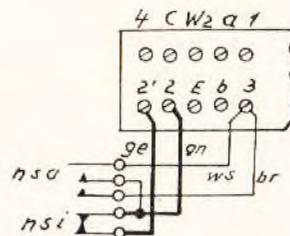

Bild 113. Anschließen eines zweiten Nummernschalters.
- 2b) Für die Nummernschalter 24 und 30 s. Bild 113.
Ein zweiter Nummernschalter wird an die Klemmenleiste im Innern des Apparates nach Bild 113 angeschlossen; außerdem sind die Bemerkungen unter dem Bild 110 a zu beachten.